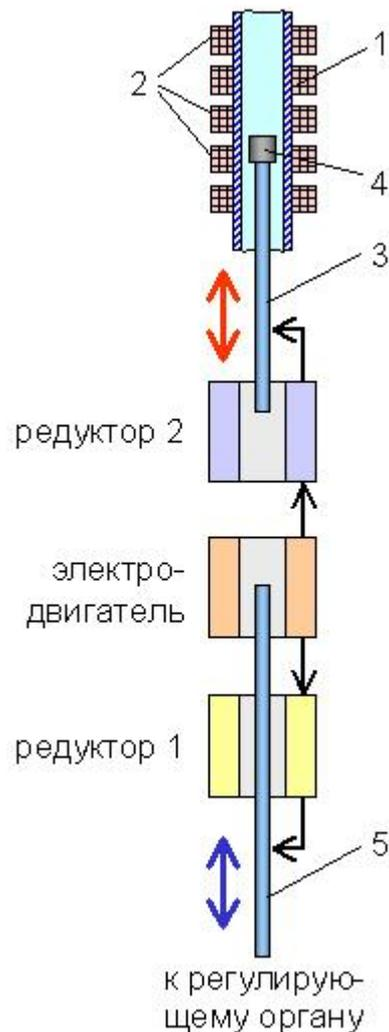

Рис. 8. 1 – труба; 2 – катушки; 3 – шток № 1; 4 – магнитный шунт; 3 – шток № 2;
– На некоторых станциях, например, "Ловиса" в Финляндии, применили привод с более простой кинематической схемой (рис.7). Там двигатель низкооборотный, это удобнее. Поэтому и линейный датчик удалось сделать по-другому. Хотя он и стал более сложным кинематически, но зато теперь по размерам гораздо компактнее предыдущего (рис.8).